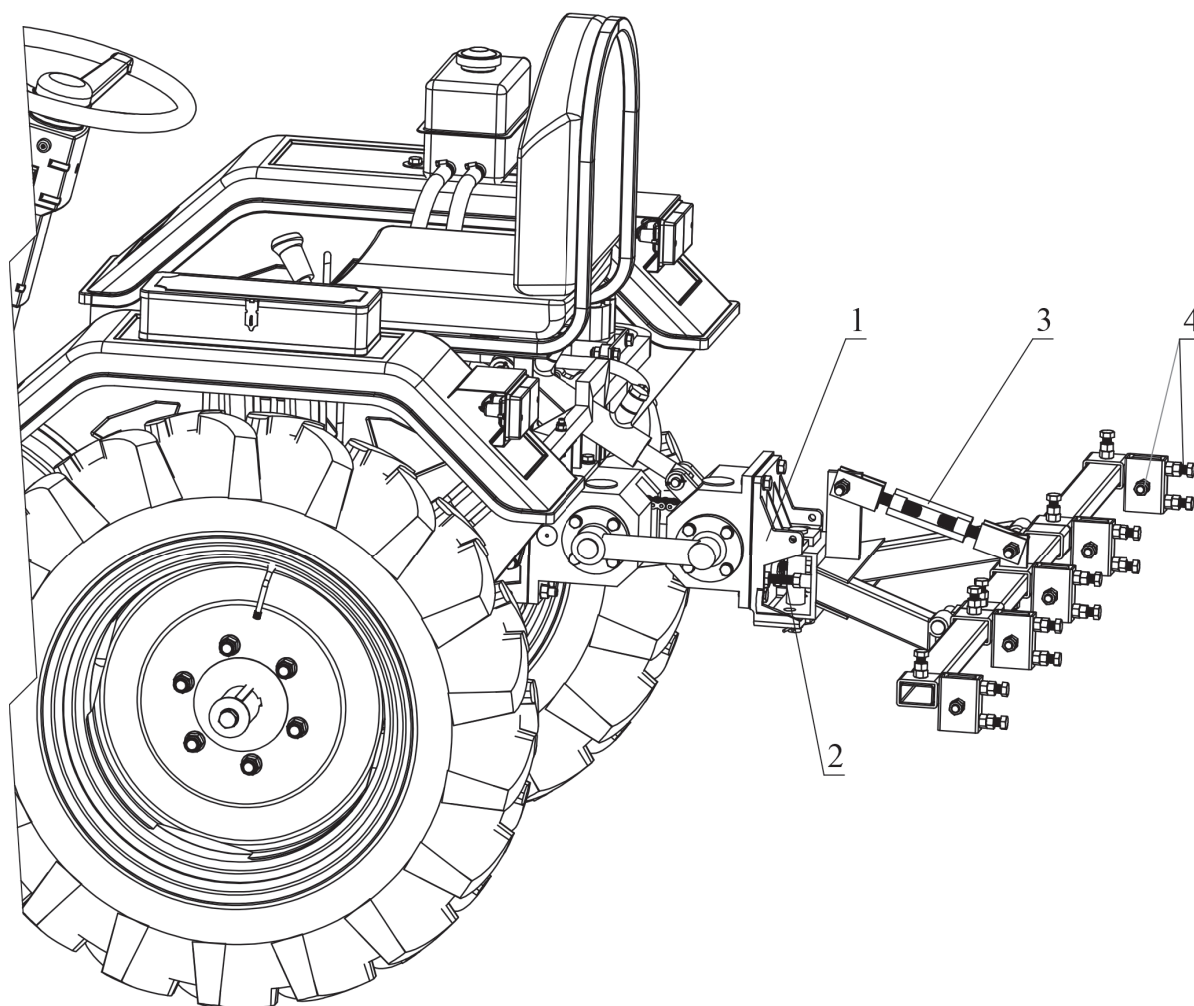

Рисунок 2.
Тройная сцепка крепится к заднему сцепному устройству мотоблока или мини-трактора (рис.2, поз.1) и фиксируется пальцем, входящим в комплект поставки мини-трактора/мотоблока.
Для предотвращения вращения в горизонтальной плоскости зафиксируйте положение тройной сцепки с помощью стопорных болтов М12 (рис.2, поз.2):
- Для изменения угла атаки навесного оборудования необходимо вращать талреп (рис.2, поз.3) по часовой стрелке, или против часовой стрелки. Диапазон регулировки  $\pm 30^\circ$
- Для регулировки глубины обработки необходимо ослабить болты (рис.2, поз. 4), выставить необходимую глубину навесного оборудования и затянуть фиксирующие болты.